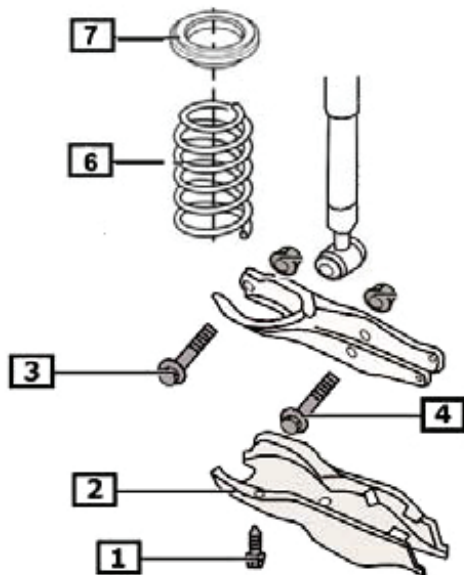
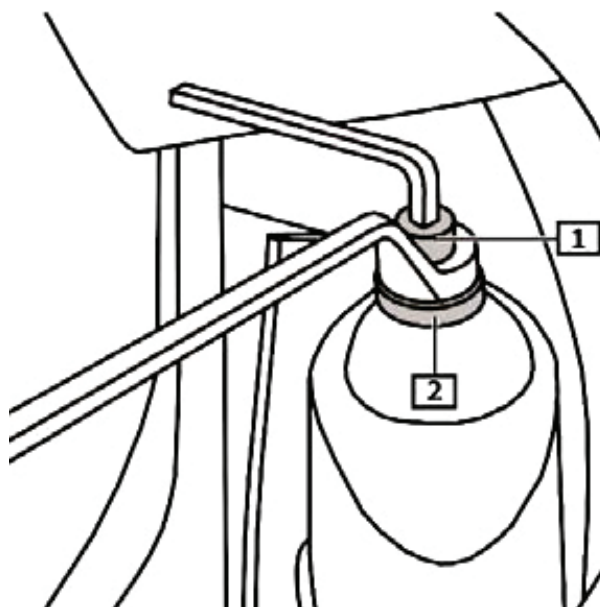

Fig. 4:
Fig. 5:
- Fig. 4** Querlenkerverkleidung (2) ausbauen.
- Fahrwerkfeder (6) mit Federspanner zusammendrücken.
- Untere Stoßdämpferbefestigung (4) entfernen.
- Querlenker vom Achsträger (3) abschrauben.
- Fahrwerkfeder (6) und Gummilager (7) entnehmen.
- Fig. 5** Kolbenstange (1) gegenhalten und dabei
- Kolbenstangenmutter (2) mit Spezialwerkzeug abschrauben.
- Fig. 4** Remove track control arm covering (2).
- Compress suspension spring (6) with spring tensioner.
- Remove lower shock absorber attachment (4).
- Unscrew track control arm from axle bracket (3).
- Remove suspension spring (6) and rubber bearing (7).
- Fig. 5** Securely hold piston rod (1) and
- Unscrew piston rod nut (2) with special tool.
- Fig. 4** Démontez le carénage de bras transversal (2).
- Comprimer le ressort de châssis (6) avec le monte ressort.
- Enlever la fixation inférieure de l'amortisseur (4).
- Dévisser le bras transversal du support d'essieu (3).
- Enlever le ressort de châssis (6) et le palier en caoutchouc (7).
- Fig. 5** Soutenir la tige de piston (1) et, en même temps, dévisser l'écrou de la tige de piston (2) avec un outil spécial.
- Fig. 4** Desmontar el revestimiento del brazo transversal (2).
- Comprimir el muelle de suspensión (6) con el tensor.
- Retirar la sujeción inferior del amortiguador (4).
- Desatornillar el brazo transversal del soporte del eje (3).
- Retirar el muelle de suspensión (6) y el cojinete de goma (7).
- Fig. 5** Contrarrestar el eje del amortiguador (1) y, mientras, desatornillar la tuerca del eje del amortiguador (2) con la herramienta especial.